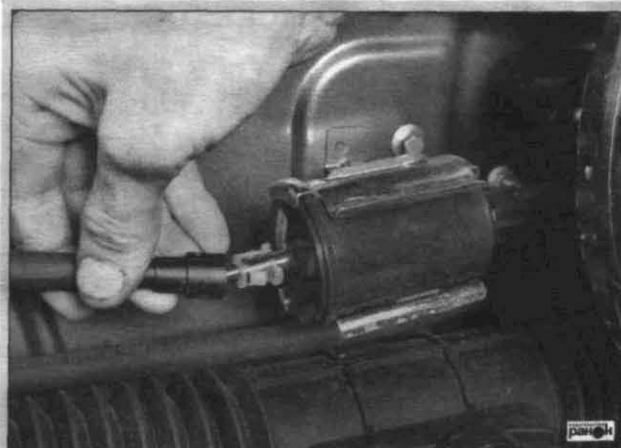

Рис. 1.31. Отсоединение впускного/выпускного топливопроводов топливного фильтра
- передвигая замки, отсоединить впускной и выпускной топливопроводы (рис. 1.31);